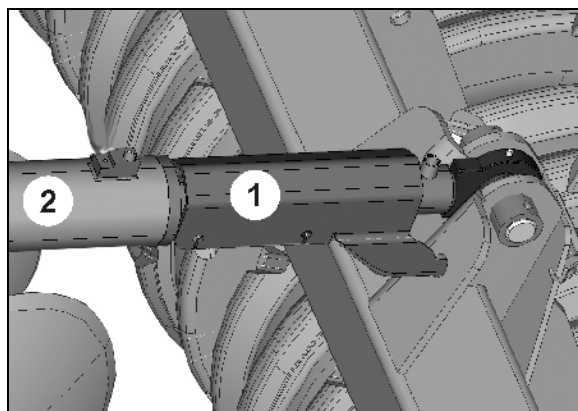

Bild 31
1. Lås hydraulcylinder (Bild 31/2) med körspärren (Bild 31/1).